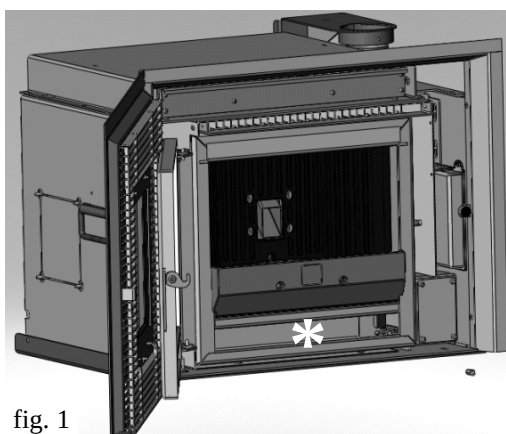

fig. 1
- Nettoyer le foyer et le logement sous le foyer (✱) (fig. 1).